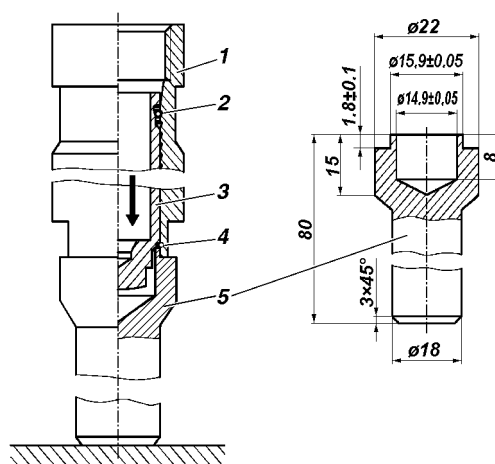

Рис. 4.133. Оправка для сборки гидронатяжителя:
- на закрепленную вертикально оправку 5 (рис. 4.133) установите корпус 1 гидронатяжителя;